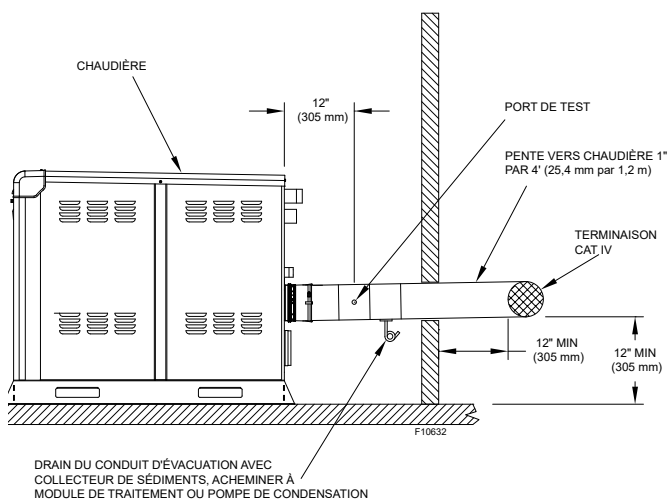
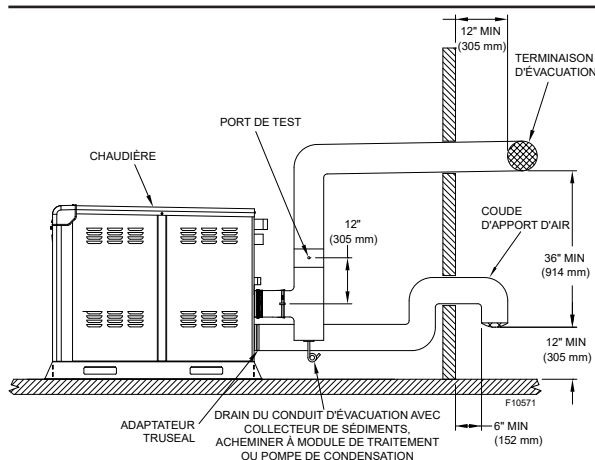

Figure 43. PVC/CPVC - Ventilation murale et horizontale
Figure 44. PVC/CPVC - Ventilation directe horizontale
**▲ ATTENTION:** le conduit d'évacuation de ce système de ventilation nécessite des drains de condensation, comme illustré à la Figure 43 et Figure 44. La non-installation de ces drains de condensation sur le conduit d'évacuation peut causer une défaillance non couverte par la garantie.
Le té en PVC/CPVC doit comporter un collecteur de condensation relié à un drain, comme illustré à la Figure 43 et Figure 44.
La terminaison d'évacuation DOIT se trouver à l'extérieur du bâtiment. La terminaison d'évacuation ne peut être installée dans un puits ou au-dessous du niveau du sol. La terminaison d'évacuation doit se trouver à au moins 1 pi (305 mm) au-dessus du sol et de la limite de neige anticipée. La terminaison d'évacuation en PVC/CPVC doit se terminer par un té d'un diamètre identique à celui du conduit d'évacuation. Voir **Figure 43** et **Figure 44**. L'extrémité de la terminaison d'évacuation doit se trouver à AU MOINS 12 po (305 mm) de la surface du mur.